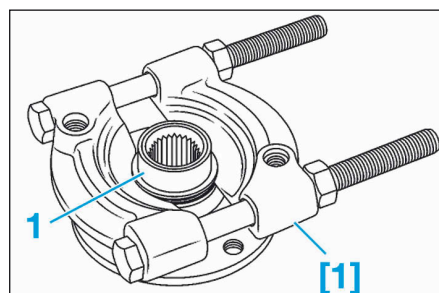

FIG.23
- Extraire la bague intérieure (1) sur le moyeu à l'aide de l'outil [1] (Fig.23).